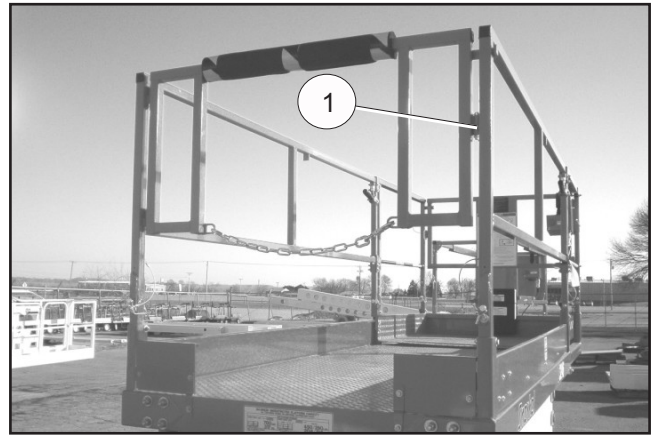

Figura 6 - Compuerta de la plataforma
1. Retire el pasador (1) de la compuerta de la plataforma. Fije la compuerta al riel intermedio en el lado derecho de la plataforma (vea la Figura 6).